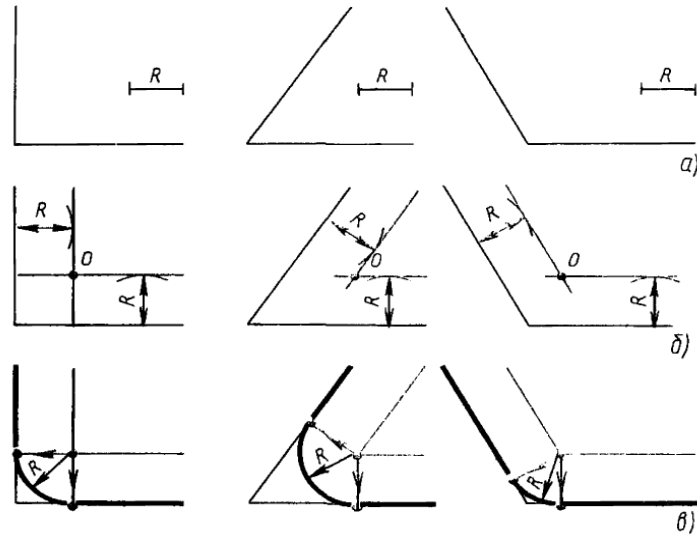

Рис. 132. Общий способ построения сопряжений двух пересекающихся прямых
Задание. Приготовьте лист чертежной бумаги формата А3. Вычертите рамку и графы основной надписи. По наглядному изображению рисунок 132 постройте сопряжения прямого, острого (450), тупого (1350) при $R=20$.